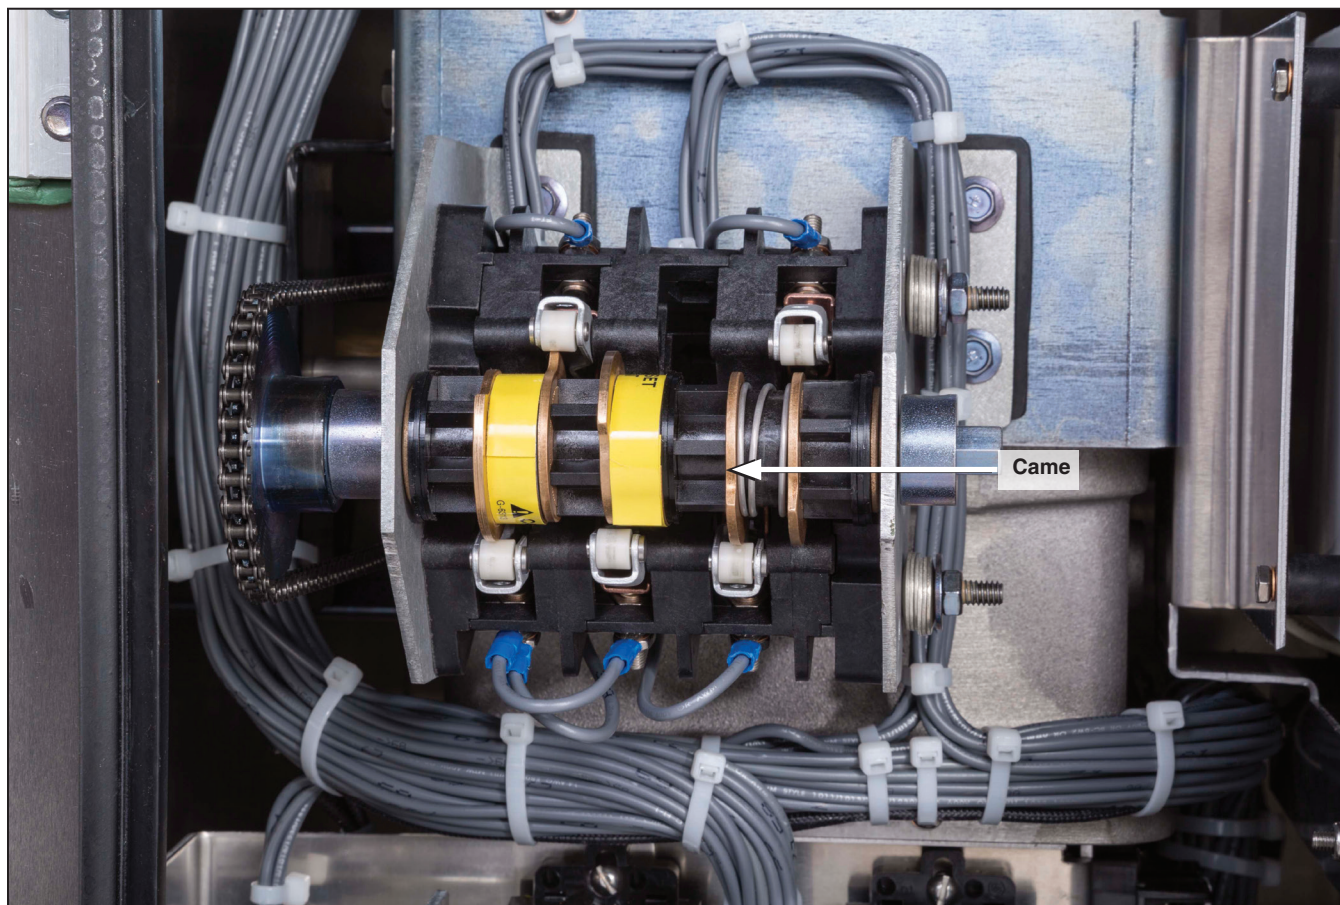

Figura 30. Ajuste dos comes na chave auxiliar.
PASSO 1. Empurre o came em direção à sua mola adjacente até que o came esteja separado do dente da engrenagem interna. Ver Figura 30.